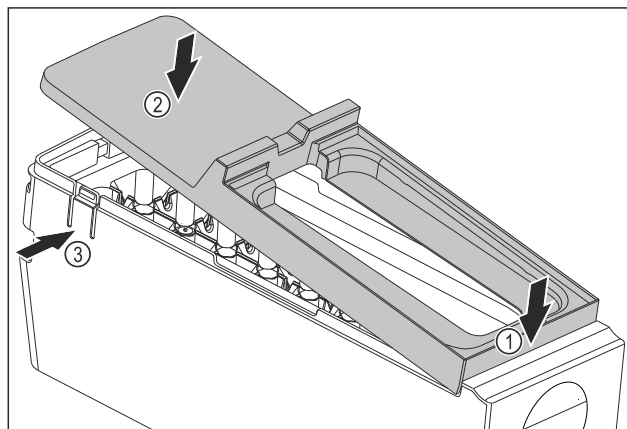

Fig. 144
- ▶ Monter le couvercle du corps de l'EasyTwist-Ice : Placer le couvercle à l'avant. Fig. 144 (1)
- ▶ Abaisser le couvercle à l'arrière. Fig. 144 (2)
- ▷ L'enclenchement du couvercle dans les deux languettes Fig. 144 (3) se fait entendre.